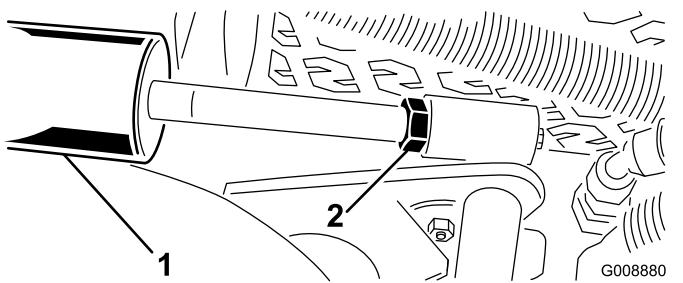

Рисунок 29
1. Ослабьте контргайку на гидроцилиндре подъема (Рисунок 29).